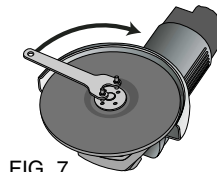

FIG. 7
5. Visser à fond la bride filetée à l'aide de la clé à ergot prévue à cet effet (Fig. 7).